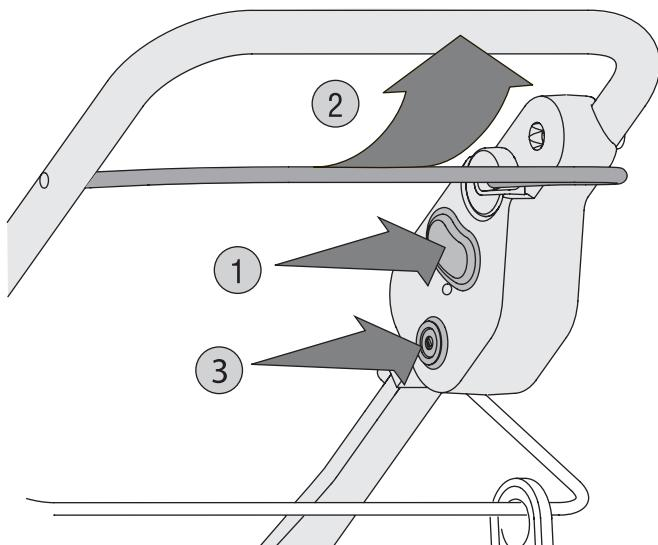

Fig. 6
4. Oprima el botón arrancador (rojo) y manténgalo oprimido (Fig. 6). NOTA: Al arrancar el motor de la cultivadora también se inicia la acción de cultivar.
5. Mientras mantiene oprimido el botón arrancador, haga pivotar el gancho hacia arriba contra la manija (Fig. 6, no. 2) para arrancar el motor y engranar los dientes.
2. Oprima el interruptor de protección contra sobrecarga para restablecer (Fig. 6, no. 3).